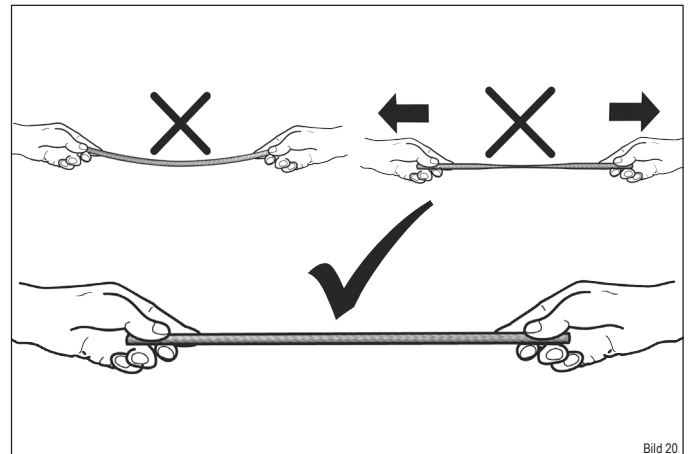

Bild 20
- ▶ Achten Sie beim Verlegen der Dichtung darauf, dass diese nicht durchhängt und leicht gestaucht wird (Bild 20).